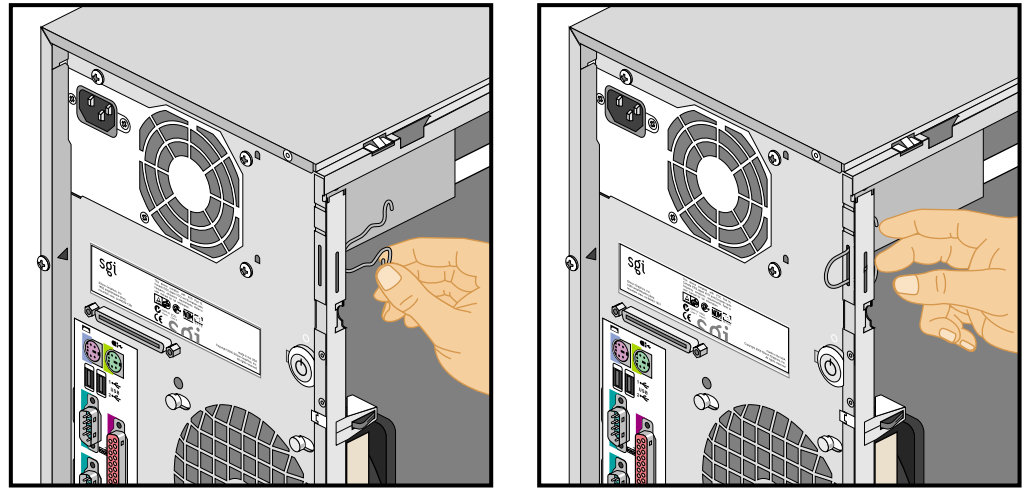

Figura 2-36 Instalación del anillo de bloqueo en la ranura de utilización
- Introduzca la parte redonda del anillo de bloqueo en la ranura interior del chasis y presione hasta que el anillo encaje en su lugar. En la Figura 2-36 se muestra el procedimiento.